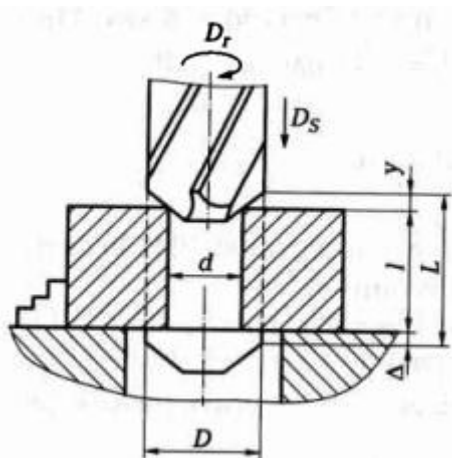

Рисунок 1 – Схема процесса зенкерования
1. На вертикально-сверлильном станке 2Н135 зенкеруют предварительно обработанное сквозное отверстие (рисунок 1) диаметром  $d=44,4$  мм до диаметра  $D=46,7$  мм на глубину  $l=70$  мм (под последующую обработку одной разверткой). Материал заготовки – бронза БрОЦ4-3 твердостью 70НВ. Заготовка – отливка. Обработка выполняется с охлаждением. Требуется выбрать режущий инструмент, назначить режим резания и определить машинное время.
2. На вертикально-сверлильном станке 2Н135 зенкеруют сквозное отверстие (рисунок 1) диаметром  $d=42$  мм до диаметра  $D=44$ Н11 мм на глубину  $l=10$  мм. Материал заготовки сталь 45Х с  $\sigma_{\text{в}}=650$ МПа и твердостью 180НВ. Заготовка из горячекатаного проката, при обработке она охлаждается эмульсией. Требуется выбрать режущий инструмент, назначить режим резания и определить машинное время.
3. На вертикально-сверлильном станке 2Н135 зенкеруют сквозное отверстие (рисунок 1) диаметром  $d=18$  мм до диаметра  $D=20$ Н11 мм на глубину  $l=20$  мм. Материал заготовки сталь 45Х с  $\sigma_{\text{в}}=600$ МПа и твердостью 160НВ. Заготовка из горячекатаного проката, при обработке она охлаждается эмульсией. Требуется выбрать режущий инструмент, назначить режим резания и определить машинное время.
4. На вертикально-сверлильном станке 2Н135 зенкеруют сквозное отверстие (рисунок 1) диаметром  $d=40$  мм до диаметра  $D=42$ Н11 мм на глубину  $l=25$  мм. Материал заготовки сталь 45Х с  $\sigma_{\text{в}}=650$ МПа и твердостью 165НВ. Заготовка из горячекатаного проката, при обработке она охлаждается эмульсией. Требуется выбрать режущий инструмент, назначить режим резания и определить машинное время.
5. На вертикально-сверлильном станке 2Н135 зенкеруют сквозное отверстие (рисунок 1) диаметром  $d=50$  мм до диаметра  $D=51$ Н11 мм на глубину  $l=25$  мм. Материал заготовки сталь 45 с  $\sigma_{\text{в}}=700$ МПа и твердостью 180НВ. Заготовка из горячекатаного проката, при обработке она охлаждается эмульсией. Требуется выбрать режущий инструмент, назначить режим резания и определить машинное время.